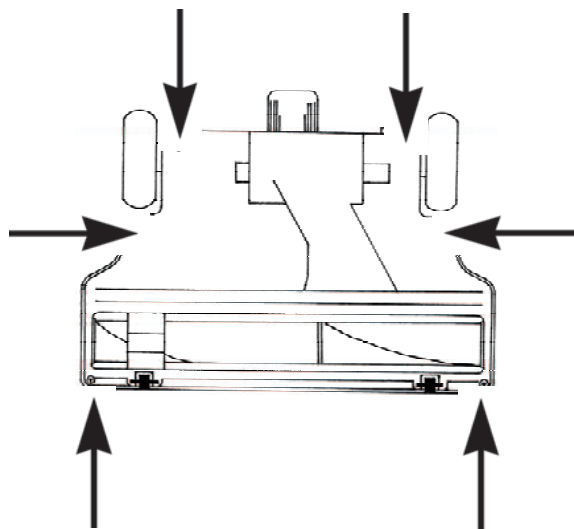

FIG. 10
Step 1: Remove six screws from bottom side. Turn unit over; pull up on hood to remove (Fig. 10).
Étape 1 : Enlevez les six vis se trouvant au-dessous de l'électrobrosse; retournez-la; relevez le capot et retirez-le (Fig. 10).
Paso 1: Quite los seis tornillos de la parte inferior. Vuelva la aspiradora a la posición normal y tire hacia arriba para retirar la cubierta (Fig. 10).